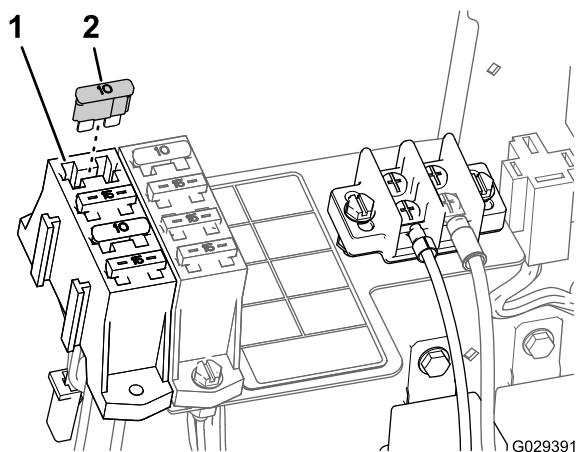

図 23
- 車両用のヒューズブロックにブレード形コネクタが付いている車両の場合には、ヒューズブロックに15Aのヒューズを取り付ける 図 23。